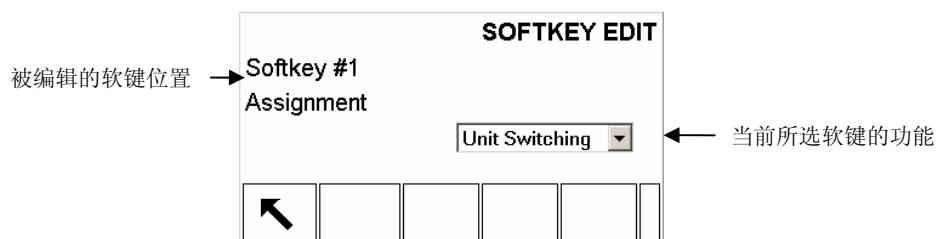

图 E-4: 软键编辑界面
2. 按下编辑软键 ，显示软键编辑界面(图 E-4)，需编辑的软键位置对应的数字与软键功能选择框显示在同一界面上。